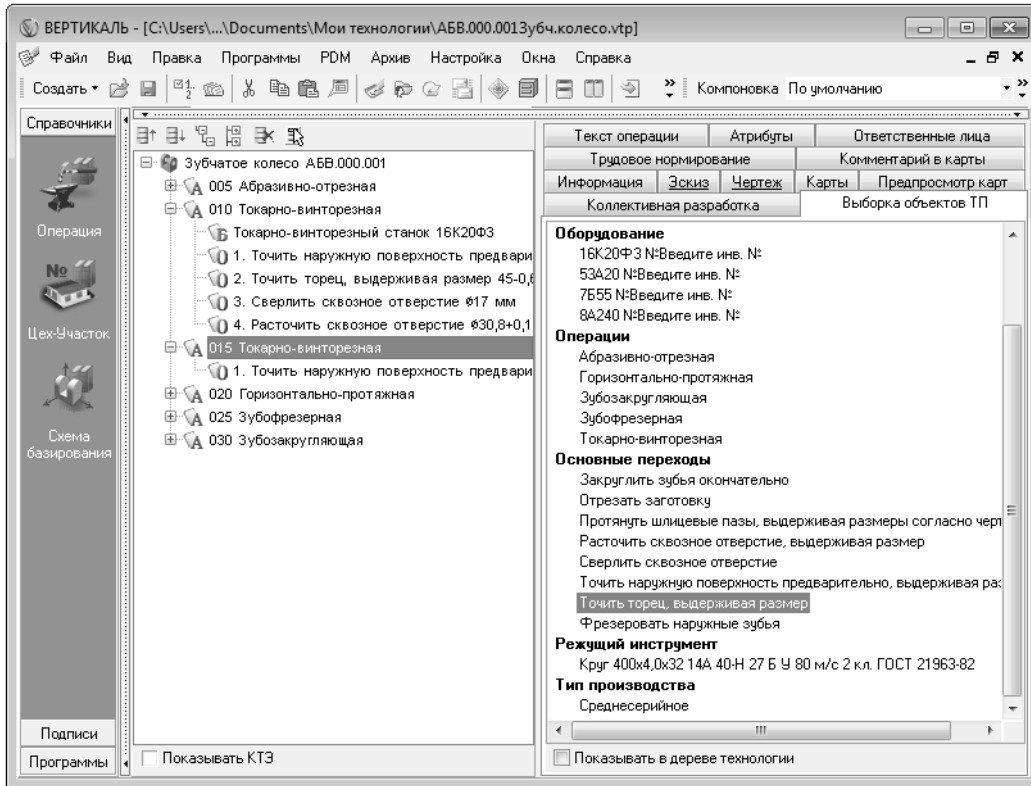

Рис. 3.9.
Номер операции поменялся на 015 (рис. 3.9). В настоящий момент операция пуста и ее следует наполнить переходами. Воспользуемся для этого возможностями копирования. В ВЕРТИКАЛЬ предусмотрены несколько путей выполнения этой операции.
22. Откройте вкладку **Выборка объектов ТП** (рис. 3.9). Найдите в списке основной переход *Точить торец, выдерживая размер*, щелкните на нем левой кнопкой мыши и, не отпуская ее, перетащите переход на наименование операции *015 Токарно-винторезная*.